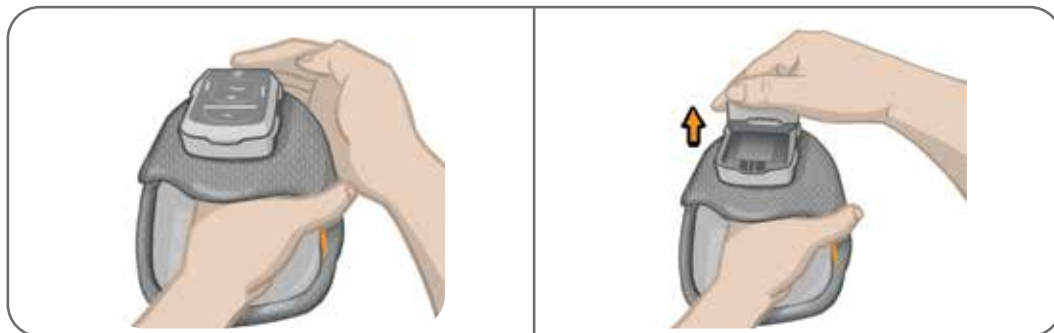

Figura 8-12: Rimozione dell'EPG
2. Staccare la parte superiore dell'EPG dalla base (Figura 8-12).